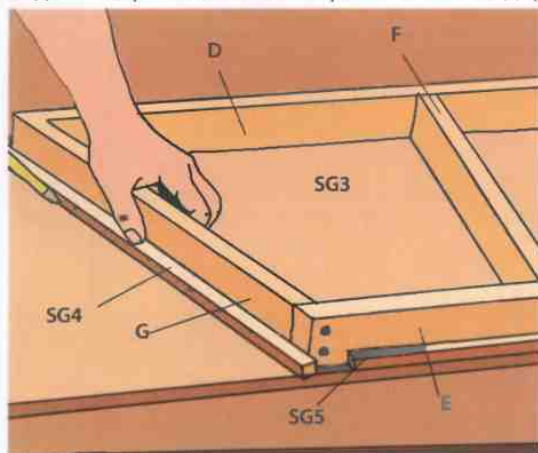

Рис. 12.
12. Сначала положите каркас для сиденья на лист ДСП с нарисованными шаблонами SG3- SG8. По бокам приложите шаблон SG4; ширина этой планки составляет 14 мм. К задней части каркаса приложите шаблон SG5; его ширина – 8 мм. Обведите на листе ДСП карандашом получившийся контур и центральную линию (Рис. 12).